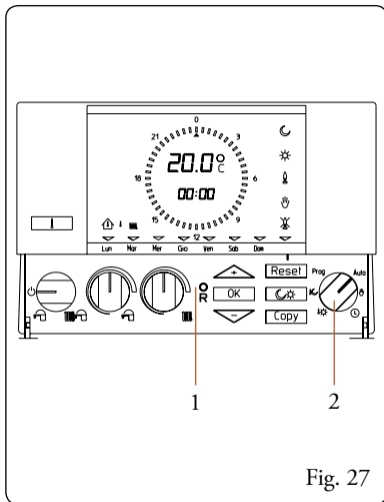

Fig. 27
A questo scopo è sufficiente premere con attrezzo appuntito il pulsante “**R**” (Fig. 27 pos. 1).
Con il selettore (Fig. 27 pos. 2) su “Auto” attraverso i pulsanti  o  è possibile modificare temporaneamente la temperatura impostata relativa al ciclo in atto (Fig. 27).